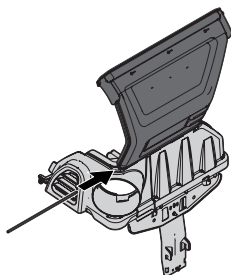

Figura 11
5. Coloque la cubierta superior de la embolsadora, para lo que debe alinearse las lengüetas de la cubierta y deslizar el pasador de montaje en el canal como se muestra en la Figura 11.